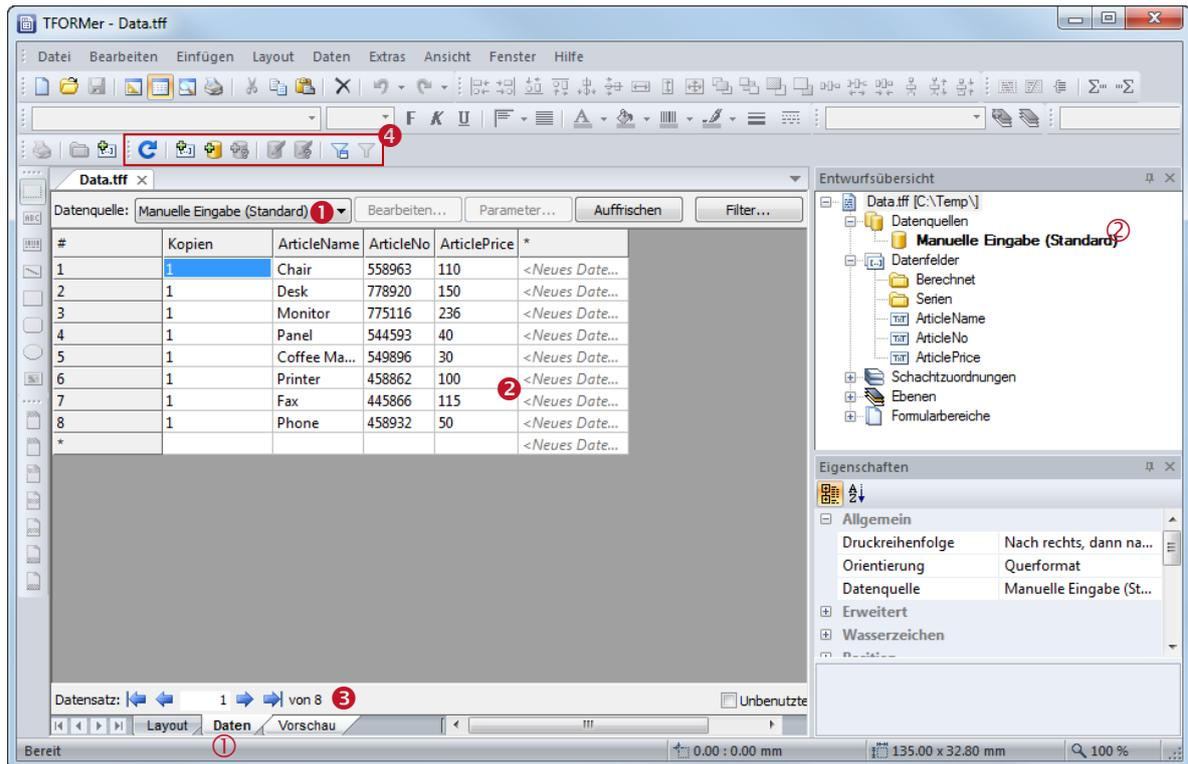

Abbildung 52: Datenansicht
Um zur Datenansicht zu wechseln klicken Sie unten im Programmfenster auf den Reiter „Daten“  (siehe Abbildung 52 unten), oder wählen Sie **Daten** ► **Datenansicht** aus dem Menü. Alternativ verwenden Sie das Tastenkürzel **Strg+D**.
- Verwenden Sie die Datenquellenauswahl in der Datenansicht um zur gewünschten Datenquelle zu wechseln. (siehe Abbildung 52, **1**).